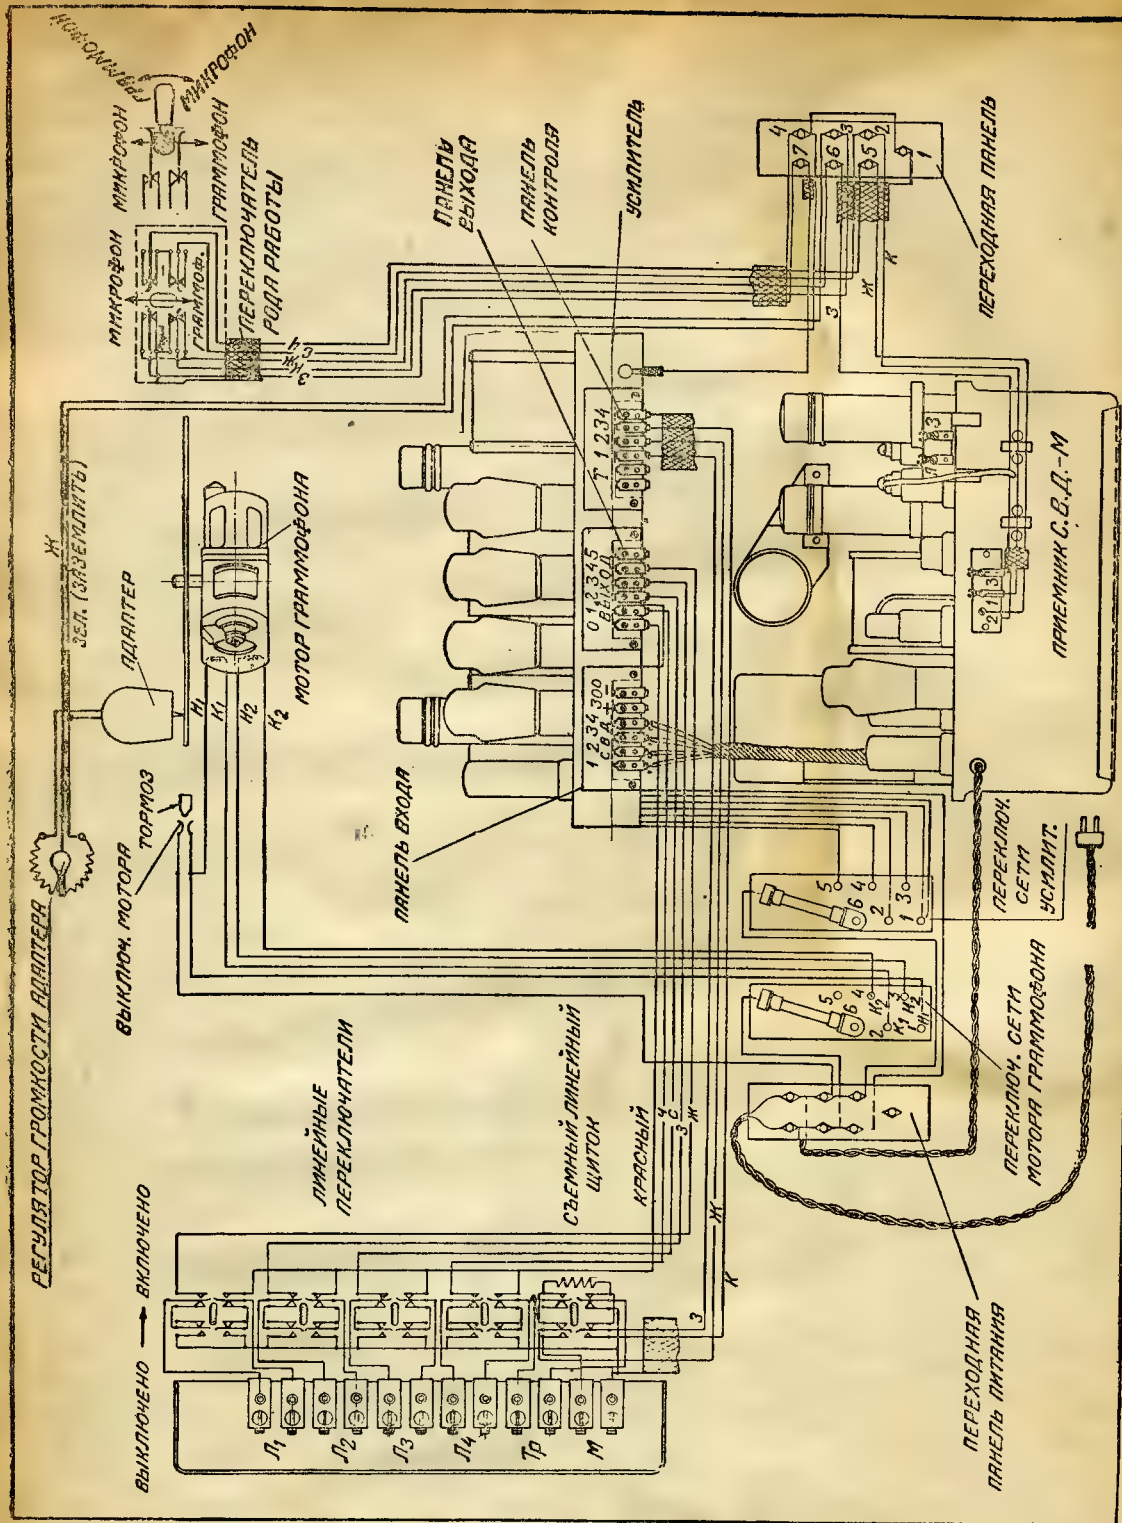

Рис. 7. Общая схема установки ПУ-25. Условное обозначение соединительных проводников: 4 — черный, 8 — синий, 12 — желтый, 2 — зеленый, 16 — коричневый
троприбор». Пуск граммофона производится нажатием на специальный рычаг возле оси тонарма, включающий мотор граммофона. По окончании проигрывания пластинки мотор автоматически выключается с одновременным торможением диска. В левом углу панели смонтирован переключатель, посредством которого осуществляется переход с одного вида трансляции на другой (микрофон—радио—граммофон). Схема этого переключателя входит в общую систему коммутации установки (рис. 7).
- в) линейные переключатели, смонтированные на отдельном щитке, укрепленном с внешней стороны правой боковой стенки шкафа (на рис. 7 приведена общая схема сопряжений отдельных элементов установки и коммутации).